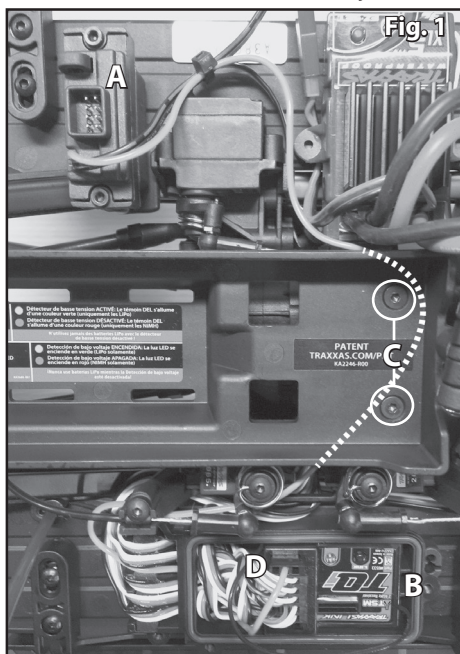

Abb. 2
1. Installieren Sie die mitgelieferten Schablonen an der Karosserie Ihres Modells. Richten Sie die Pfeile mit den Karosserielinien am Frontgrill und an der Heckklappenblende, wie in Abb. 2 und 3 gezeigt, aus.